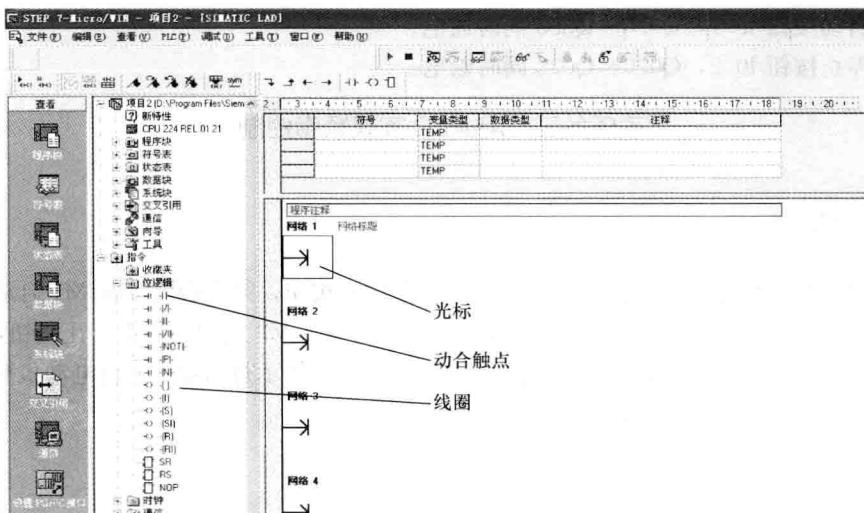

图1-15 指令树中位逻辑指令
(4) 使用指令树输入指令。在梯形图编辑器中常用两种输入指令的方法，即使用指令树或使用指令工具栏编程按钮。选中程序网络1，将指令树中“位逻辑”指令图标拖到程序编辑区，如图1-15所示。